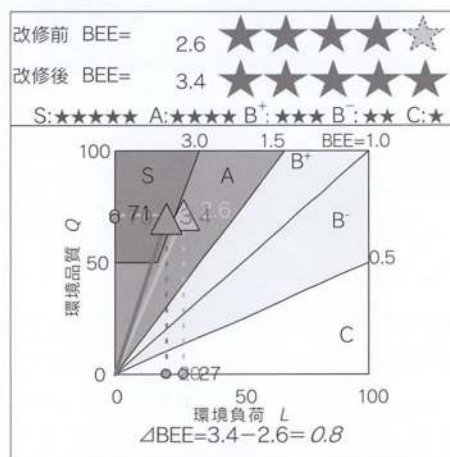

図6 CASBEE評価結果
最新版のCASBEE改修（2010年版）による自己評価の結果は、改修前：ランクA（BEE：2.6）から、改修後：ランクS（BEE：3.4）と大きく向上した（図6）。また、建物全体だけでなく、特に省エネルギー改修評価であるBEEESについては、改修前BEEES 2.8（Aクラス）から改修後BEEES 4.7（Sクラス）と著しく向上し、建物全体でのCO₂排出量も大幅な削減となった。改善に大きく貢献した項目としては次の3点である。①LR-1自然エネルギー利用量増加②LR-1エ